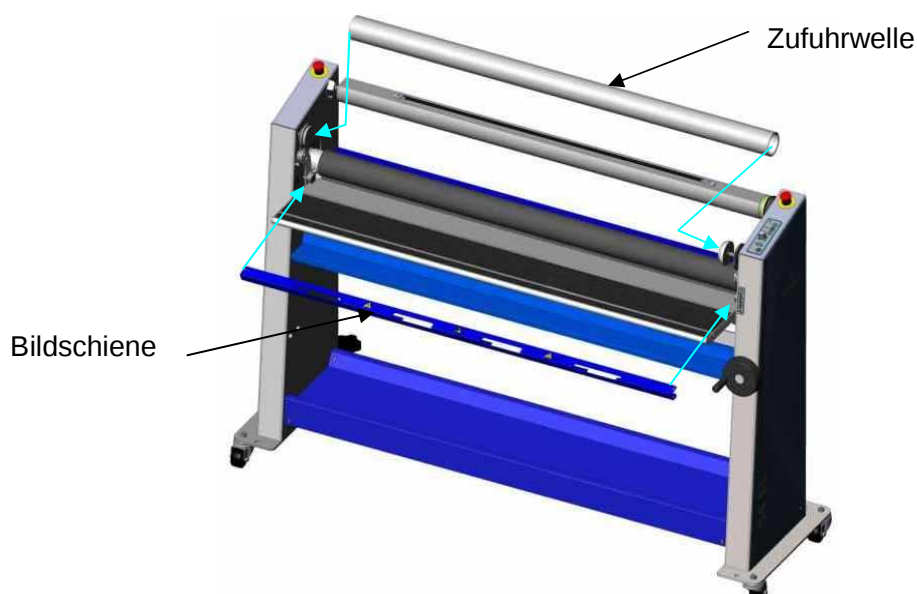

Abbildung 5
12. Befestigen Sie die Bildschiene so am Tisch, wie in Abbildung 5 gezeigt.
13. Befestigen Sie die Zufuhrwelle an der ersten Druckfeder auf der rechten Seite; führen Sie dann die linke Seite in den Antrieb ein (Abbildung 5).